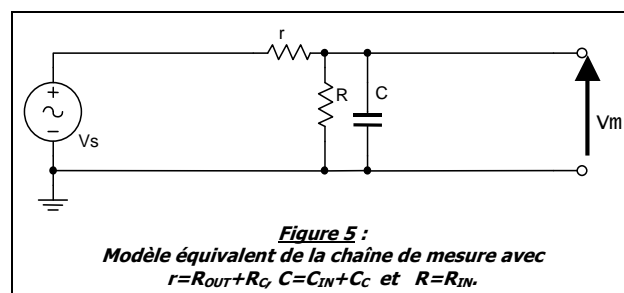

Figure 5 :
- Déterminer l'expression et la valeur minimale de r et de C dans le modèle globale de la chaîne de mesure (fig5).